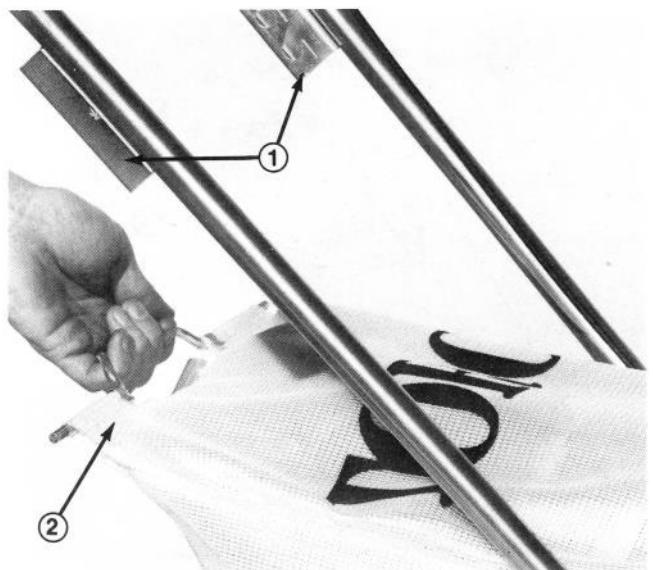
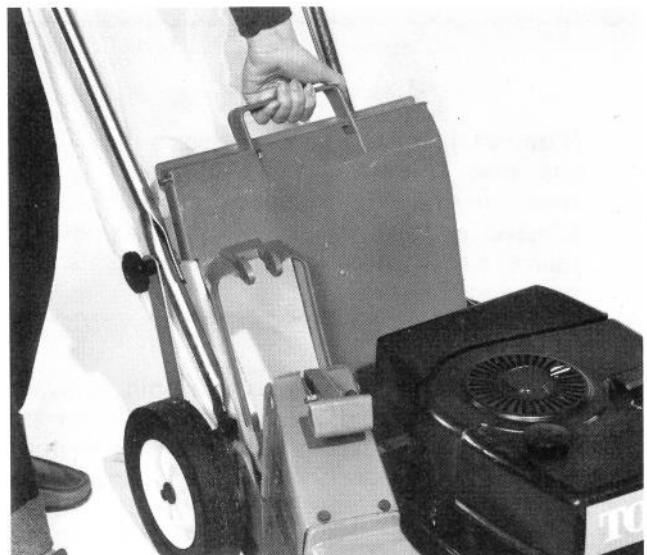

Figure 21
Figure 22
7. **⚠** Lorsque vous devez vider le sac, arrêtez le moteur et attendez que toutes les pièces en mouvement se soient arrêtées. Poussez la poignée de porte d'éjection vers l'avant jusqu'à ce que la cheville s'enclenche dans le loquet. Soulevez ensuite l'arrière du sac hors des supports arrière (Fig. 21), saisissez la poignée avant du sac et enlevez le sac en le levant directement vers le haut pour empêcher les débris d'herbe de tomber hors du sac (Fig. 22).